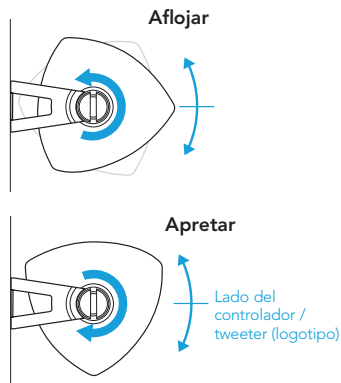

Figura 6
13. Una vez montado el altavoz, los mandos de bloqueo del soporte pueden aflojarse para "apuntar" al altavoz y seguidamente apretarse a mano para mantener el altavoz en el ángulo correcto (ver figura 6).